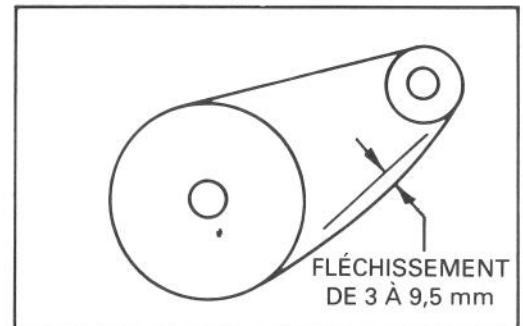

Figure 29
### RÉGLAGE DE LA CHAÎNE D'ENTRAÎNEMENT (fig. 29 à 32)
1. Vérifiez le fléchissement de la chaîne en soulevant celle-ci à mi-course sans forcer. Il doit mesurer entre 3 mm et 9,5 mm (Fig. 29). Sinon, il convient d'ajuster la chaîne.